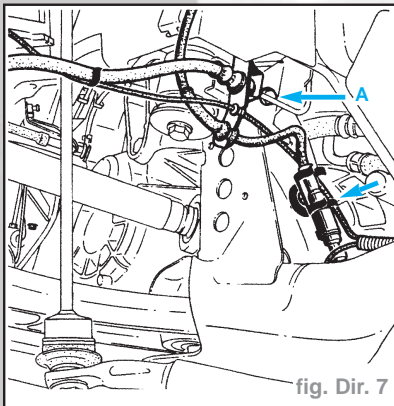

fig. Dir. 7
- Déposer les deux vis (A) de fixation des supports : (fig. Dir. 7)